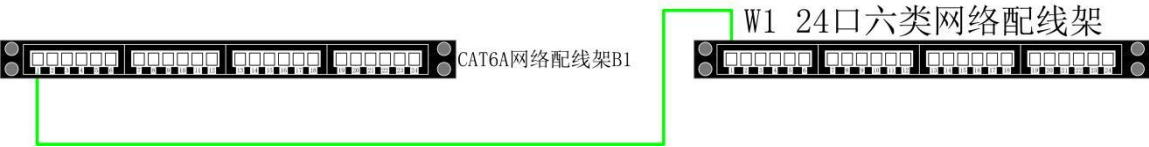

图 6 BD-FD1 六类网络链路系统拓扑图
3. 如图 6，超六类屏蔽双绞线电缆端口对应关系为：两根超六类屏蔽双绞线由 BD 机架 24 口六类配线架 B1 的 1 号、2 号端口到 FD1 机柜内 24 口六类配线架 W1 的 1 号、2 号端口。